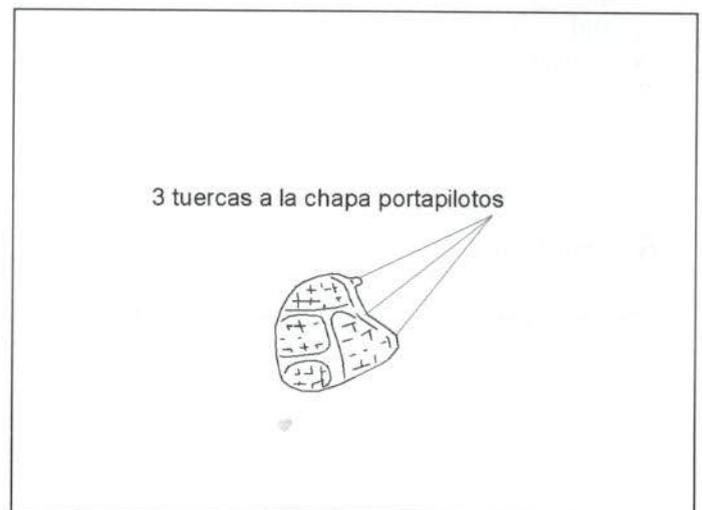

Figura 50.- Unión del piloto trasero
Su fijación se muestra en la figura 50.
- Piloto trasero (figura 50).